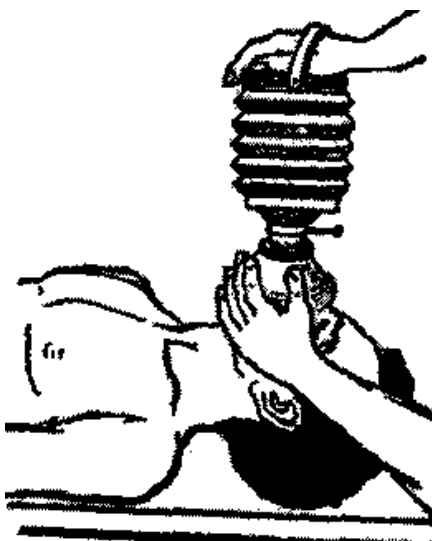

Рисунок 1
*Аппаратные способы* требуют применения специальных аппаратов, которые обеспечивают вдвухание и удаление воздуха из легких через резиновую трубку, вставленную в дыхательные пути, или через маску, надетую на лицо пострадавшего. Простейшим из аппаратов является ручной портативный аппарат (рис. 1), предназначенный для искусственного дыхания и аспирации (отсасывания) жидкости и слизи из дыхательных путей. Основными частями его являются небольшой мех, приводимый в действие рукой, и маска, плотно накладываемая на рот и нос пострадавшего.